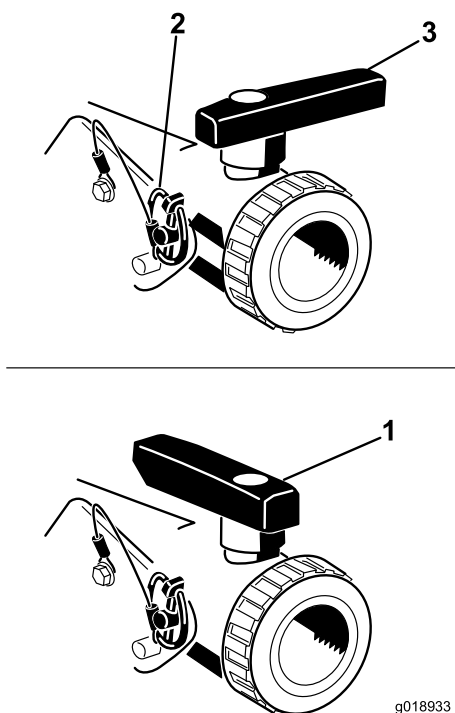

Figura 46
Abra a válvula para escoar do depósito qualquer material não usado e eliminá-lo de acordo com as normas locais e as instruções do fabricante (Figura 46). Depois de vazio, remova o pino de sujeição no suporte que segura a válvula de escoamento à máquina e deixa a válvula poisada no chão. O mesmo permite que escoar qualquer material residual da linha.
3. Quando o depósito estiver escoado na totalidade, instale a válvula na estrutura com o pino de sujeição removido previamente e feche a válvula de escoamento (Figura 46).